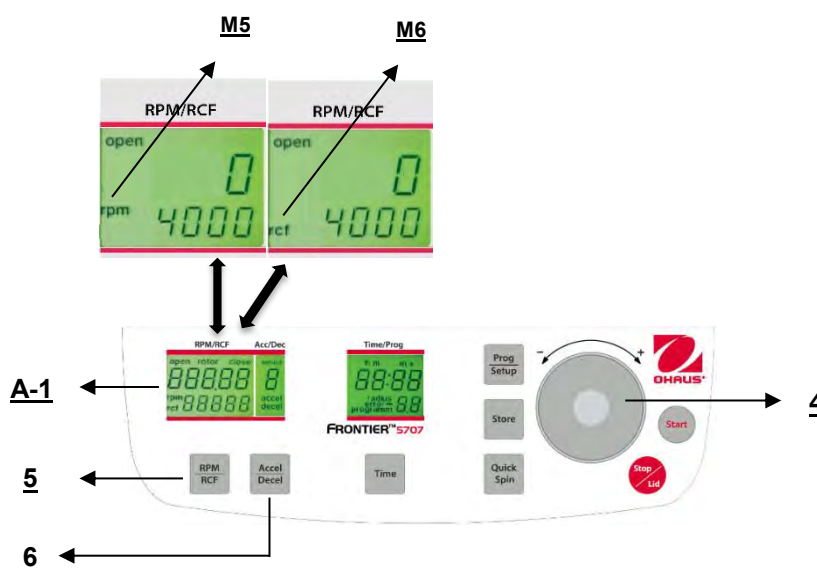

Figura. 16
Esta preselección se activa con el botón **"RPM/RCF"** (5) (consulte la Figura 16 enseguida). Al presionar el botón una vez, destella la palabra **"rpm"** (M5). Al presionar el botón dos veces, se puede seleccionar la preselección de las fuerzas centrífugas. Entonces aparece la palabra **"rcf"** (M6). Puede configurar los valores deseados con el dial de ajuste (4). En la pantalla (A-1) aparece permanentemente el valor regulado, antes, durante y después de la operación.